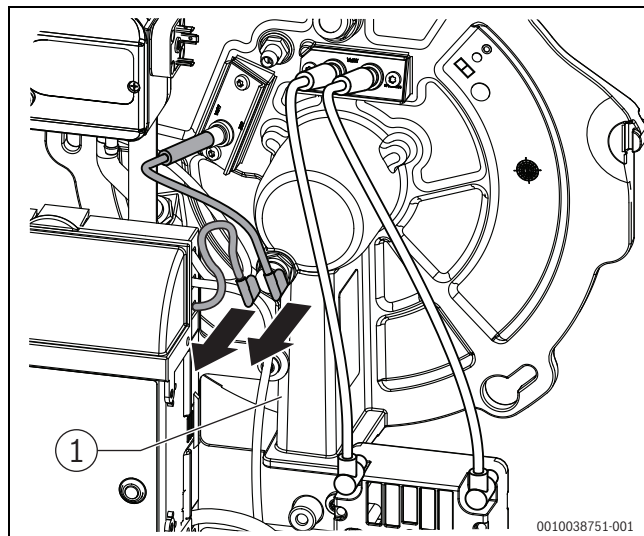

Bild 53 Stecker am Temperaturwächter abziehen
- ▶ Stecker am Temperaturwächter abziehen (→ Bild 53)